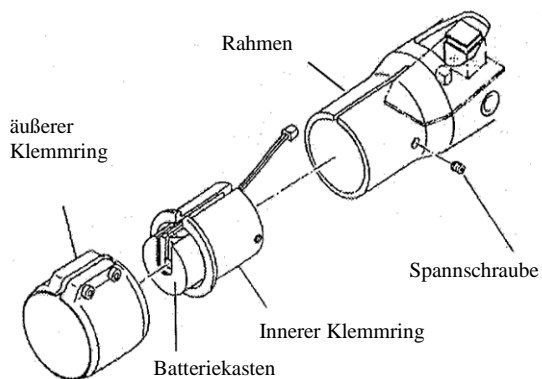

Abb. 8 : Den Klemmring entnehmen
3. Den äußeren Klemmring, dann die Spannschraube, dann gleichzeitig den inneren Klemmring und den Batteriekasten aus dem Rahmen entnehmen (Abb. 8).
7. Den inneren Klemmring in dem Rahmen einsetzen. Achten Sie darauf, daß der Batteriesteckverbinder an der Vorderseite der Leiterplatte ist (Abb. 8).